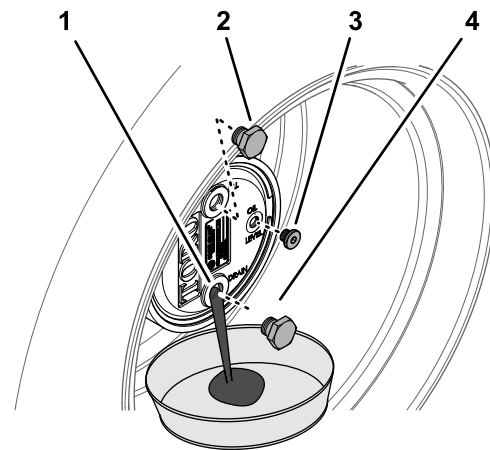

Bild 101
2. Entfernen Sie die Füllschraube, die auf 12 Uhr steht, und die Prüfschraube, die auf 3 Uhr steht (Bild 101).
3. Stellen Sie eine Auffangwanne unter die Nabe des Planetengetriebes, entfernen Sie die Ablassschraube, die auf 6 Uhr steht, und lassen das Öl vollständig ablaufen (Bild 101).
5. Setzen Sie die Ablassschraube in das Ablassloch des Planetengetriebegehäuses ein (Bild 101).